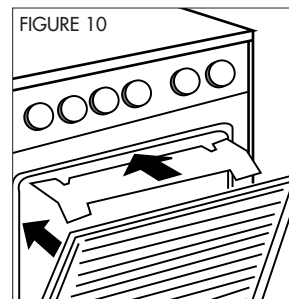

FIGURE 10
- Votre cuisinière est livrée avec un déflecteur de chaleur. Il s'utilise lors de la cuisson en mode grill. Celui-ci vous permet de garder la porte du four entre-ouverte et de protéger les boutons de la cuisinière. Introduisez le déflecteur de chaleur dans les encoches spéciales et refermez la porte du four contre le déflecteur, voir figure 10.